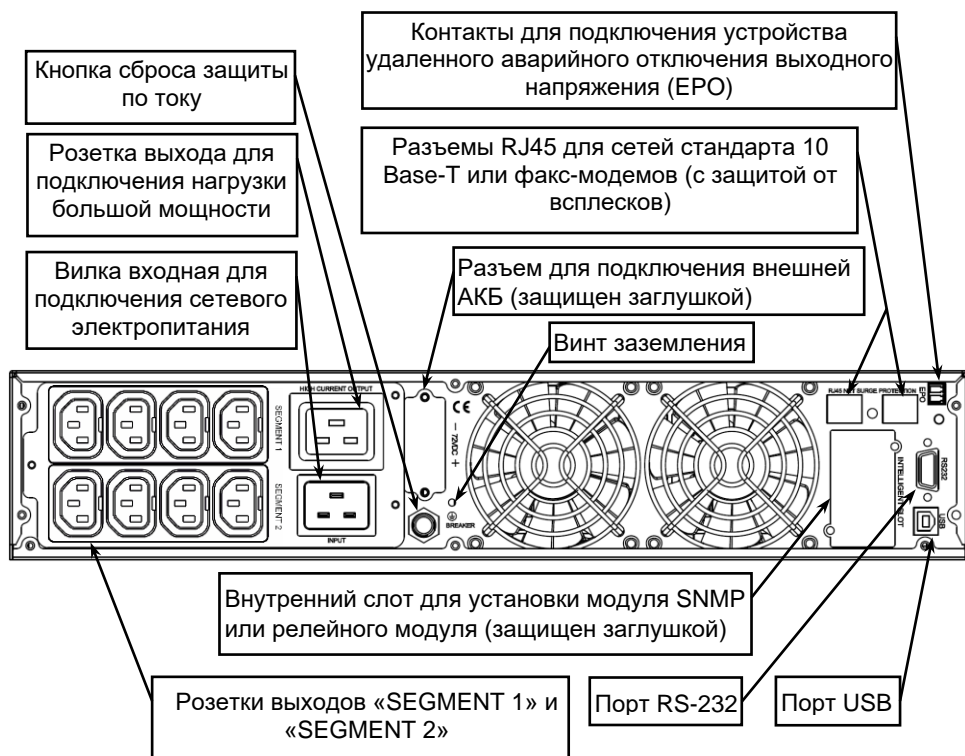

Рисунок 2 – Общий вид задней панели изделия.
**На задней панели изделия** расположены: входной и выходные разъемы, разъем для подключения внешней аккумуляторной батареи, кнопка сброса срабатывания защиты по току (срабатывание защиты происходит при превышении уровня входного тока выше допустимого), вентиляторы охлаждения и разъемы коммутационных портов (см. рисунок 2).
Разместите изделие в шкафу и закрепите его на передних стойках. Соедините винт заземления изделия (см. рисунок 2) с контуром заземления телекоммуникационного шкафа перемычкой заземления (в комплект поставки не входит).
- Подключить к выходным розеткам изделия кабели питания нагрузок (см. рисунок 2).